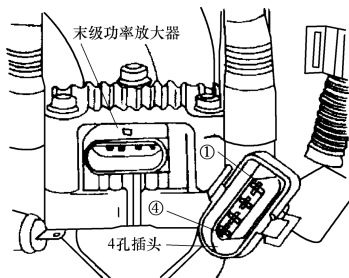

图 4-67 点火线圈末级功率放大器
(2) **检查电压** 拔下点火线圈末级功率放大器的 4 孔插头。用万用表测量拔下的插头触点 2 与 4 孔之间的电压量, 如图 4-67 所示 (①~④为触点号)。打开点火开关, 规定值为不小于 11.5V。如果无电压或电压过低, 检查 4 孔插头触点 2 和继电器之间导线是否断路, 检查 4 孔插